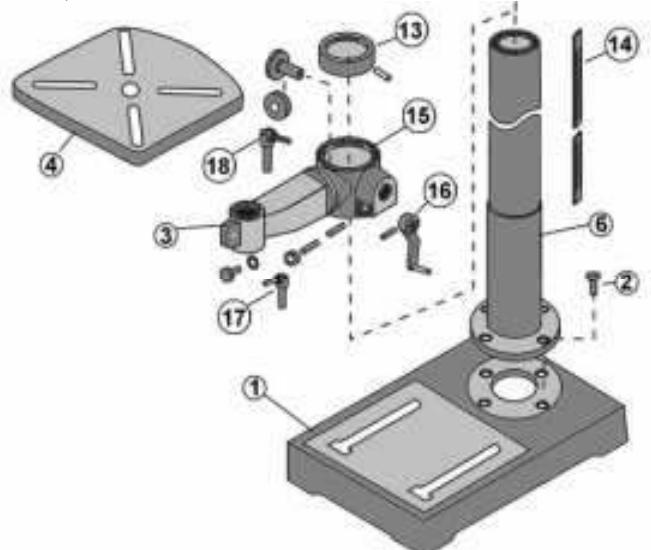

Рис. 3
- Кожух редуктора (11) должен быть закрыт. Сверло в сверлильном патроне должно быть надежно закреплено ключом сверлильного патрона, после чего ключ сверлильного патрона положите в инструментальный ящик или специальное место.
- Поднимите защитную крышку магнитного пускателя (41), переместив красную кнопку (40) вверх. Включение станка осуществляется нажатием на зеленую кнопку магнитного пускателя (42).
- При работе станок не должен издавать посторонних звуков. При открывании крышки кожуха редуктора (11) станок должен отключиться.
- Повторное включение станка возможно после закрытия крышки кожуха редуктора (11) и повторного нажатия на кнопку «43» магнитного пускателя (8).
- Отключение станка производится нажатием кнопки «42» магнитного пускателя (8).
- Контроль и регулировка глубины сверления «глухих» отверстий производится по шкале кольца (38).
- Осьное перемещение сверлильного патрона (22) задается рукоятками (9).
- Установка и фиксация высоты рабочего стола (4) задается ручкой (16) и блокируется ручкой фиксации (18), Рис.3.